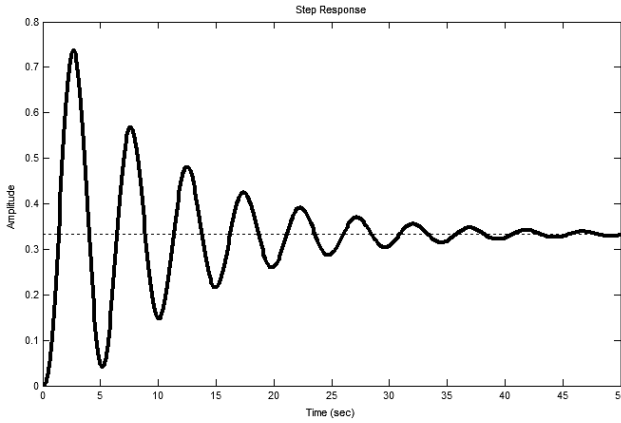

Рис.3. Перехідна функція  $h(t)$
3. Побудуємо перехідну функцію. Результат її виконання команд `step(w)` та `impulse(w)` приведений на рис. 3 та рис. 4 відповідно.